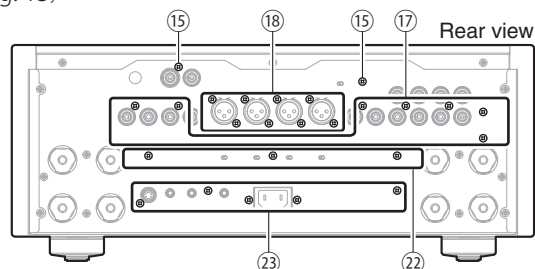
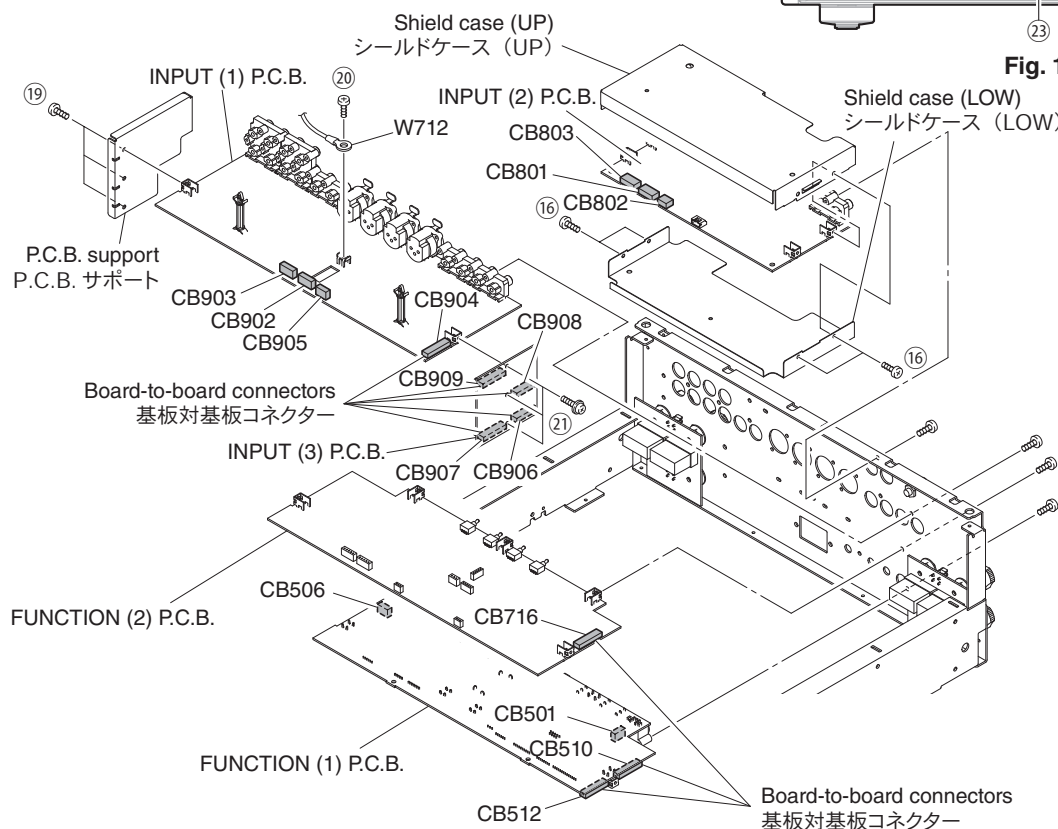

Fig. 12
Fig. 13
6. Removal of INPUT (2) P.C.B.
- Remove 2 screws (15). (Fig. 12)
- Remove 4 screws (16). (Fig. 13)
- Remove CB801, CB802 and CB803. (Fig. 13)
- Remove the shield case together with the INPUT (2) P.C.B. (Fig. 13)
7. Removal of INPUT (1) P.C.B.
- Remove 7 screws (17) and 8 screws (18). (Fig. 12)
- Remove 3 screws (19) and then remove the P.C.B. support. (Fig. 13)
- Remove screw (20) and disconnect cable. (Fig. 13)
- Remove 3 screws (21). (Fig. 13)
- Remove CB902, CB903 and CB905. (Fig. 13)
- Remove the INPUT (1) P.C.B. which is connected directly to the INPUT (3) P.C.B. with board-to-board connectors. (Fig. 13)
8. Removal of FUNCTION (1) and (2) P.C.B.
- Remove CB501 and CB506. (Fig. 13)
- Remove the FUNCTION (1) and (2) P.C.B.s which is connected directly to the INPUT (3) P.C.B. with board-to-board connectors. (Fig. 13)
6. INPUT (2) P.C.B.の外し方
- 15のネジ2本を外します。(Fig. 12)
- 16のネジ4本を外します。(Fig. 13)
- CB801、CB802、CB803を外します。(Fig. 13)
- シールドケースと一緒にINPUT (2) P.C.B.を外します。(Fig. 13)
7. INPUT (1) P.C.B.の外し方
- 17のネジ7本、18のネジ8本を外します。(Fig. 12)
- 19のネジ3本を外し、P.C.B.サポートを外します。(Fig. 13)
- 20のネジ1本を外し、ケーブル1本を外します。(Fig. 13)
- 21のネジ3本を外します。(Fig. 13)
- CB902、CB903、CB905を外します。(Fig. 13)
- INPUT (1) P.C.B.を外します。(Fig. 13)
ただし、INPUT (1) P.C.B.はINPUT (3) P.C.B.に基板対基板コネクタで直接接続されています。(Fig. 13)
8. FUNCTION (1)、(2) P.C.B.の外し方
- 22のネジ3本、23のネジ5本を外します。(Fig. 12)